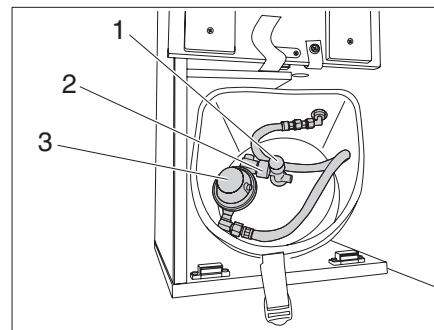

Fig. 60 Raccord bouteille de gaz
- Fermer le robinet principal (Fig. 60,1) de la bouteille de gaz. Observer le sens de la flèche.
- Maintenir le régulateur de pression de gaz (Fig. 60,3) et ouvrir l'écrou moleté (Fig. 60,2) (filetage à gauche).
- Placer le régulateur du gaz (Fig. 60,3) avec le flexible de gaz sur la bouteille de gaz et serrer à fond l'écrou moleté (Fig. 60,2) (filetage à gauche).